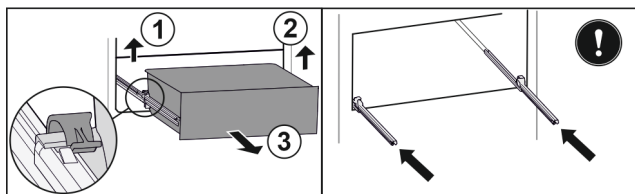

Fig. 97
- Zvedněte levou svorku a současně vytáhněte zásuvku vlevo dopředu. Fig. 97 (1)
- Zvedněte pravou svorku a současně vytáhněte zásuvku vpravo dopředu. Fig. 97 (2)
- Vyjměte zásuvku dopředu. Fig. 97 (3)